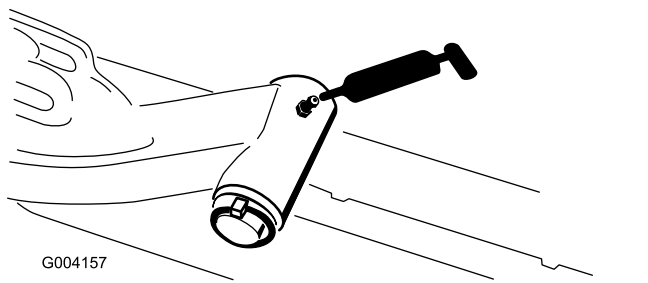

Bild 47
- Hubarmgelenkwelle (1) (Bild 47)